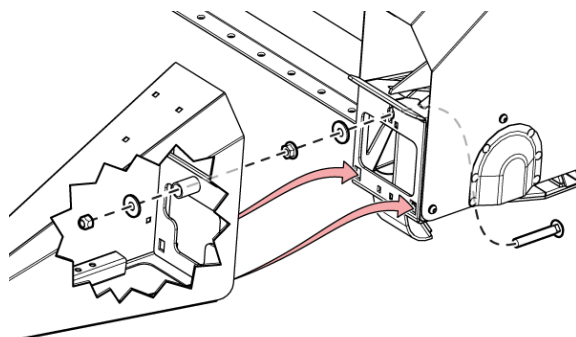

Abb. 43: Halmteiler montieren
Die Halmteiler müssen sachgerecht montiert und frei von Ernterückständen sein. (Siehe Abb. 43 auf Seite 35)
- ☐ Die Halmteiler müssen sachgerecht montiert und frei von Ernterückständen sein. (Siehe Abb. 43 auf Seite 35)